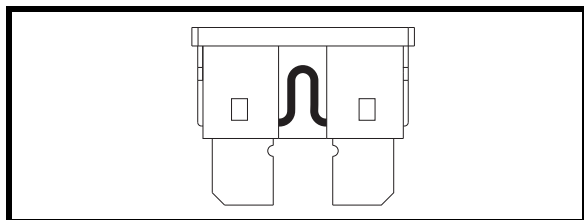

Figure 25. Fusible en bon état
2. Examinez-le pour vérifier s'il est brûlé. **Voir les figures 25 et 25A.**